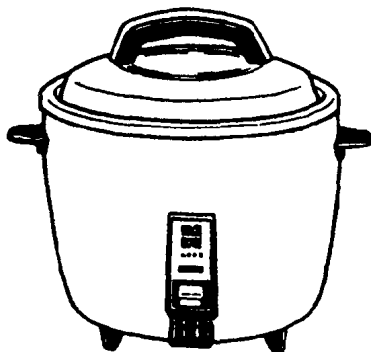

图 1-1
1. 结构 保温式自动电饭煲一般分为普及型和豪华型两种。图 1-1 为普及型保温式自动电饭煲的外形图。普及型保温式自动电饭煲面世已有多,在我国广大用户中仍占有相当的比例。随着社会的进步和厨用电器的迅速发展,近几年生产厂家又开发